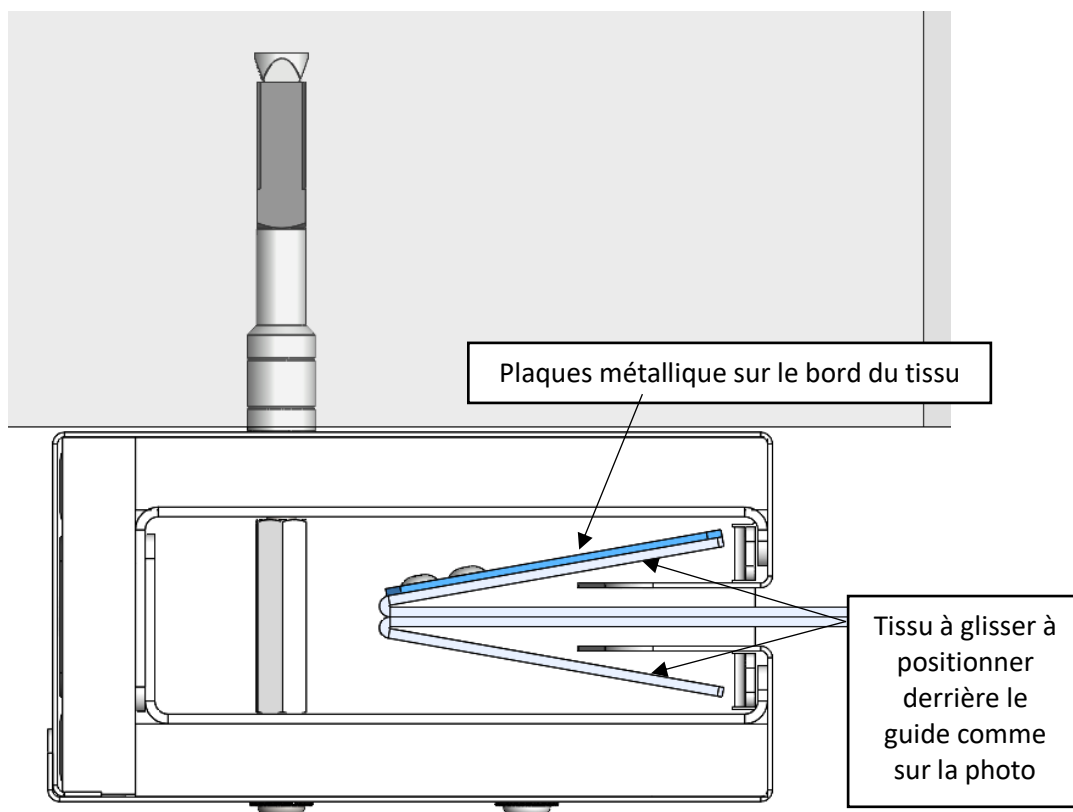

Fig. 18
- Faites glisser les plaques métallique du tissu sur la partie intérieure du guide (voir figure 18).